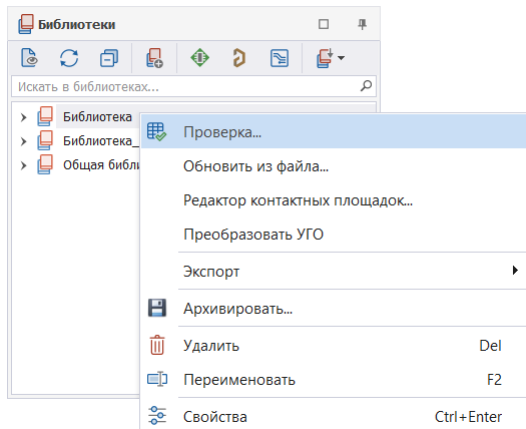

Рис. 13 Запуск проверки библиотеки
2. Из контекстного меню выбрать «Проверка...», Рис. 13.